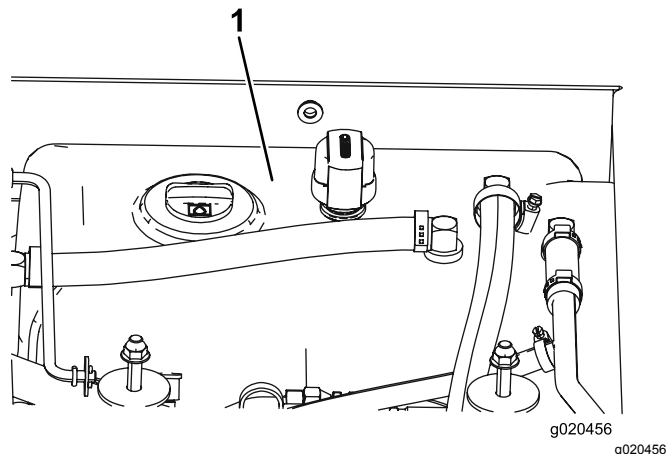

Figura 78
- Llene el depósito (Figura 78) con fluido hidráulico; consulte Comprobación del fluido hidráulico (página 64).